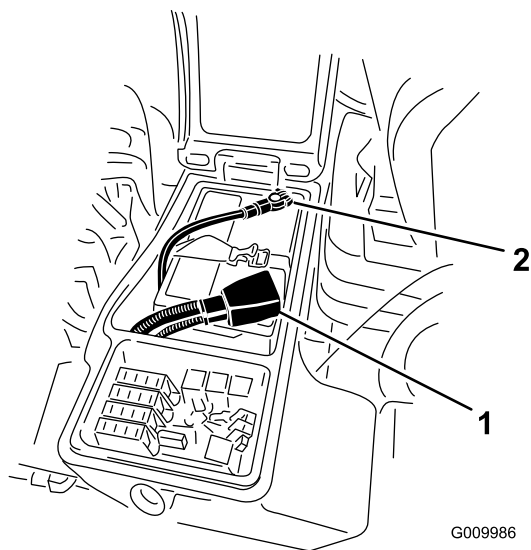

図 93
3. バッテリーのマイナス-端子からマイナスケーブル黒を外し、次に、プラス+端子からプラスケーブル赤を外す 図 93。
6. 赤いケーブルをバッテリーの端子に、黒いケーブルはバッテリーの端子に固定する 図 93